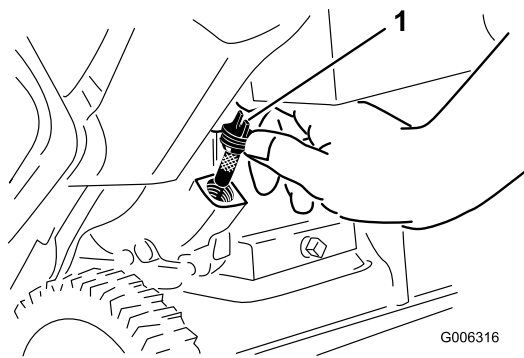

Bild 30
6. Reinigen Sie den Bereich um den Öleinfülldeckel (Bild 30).
7. Schrauben Sie den Öleinfülldeckel ab und entfernen ihn (Bild 30).